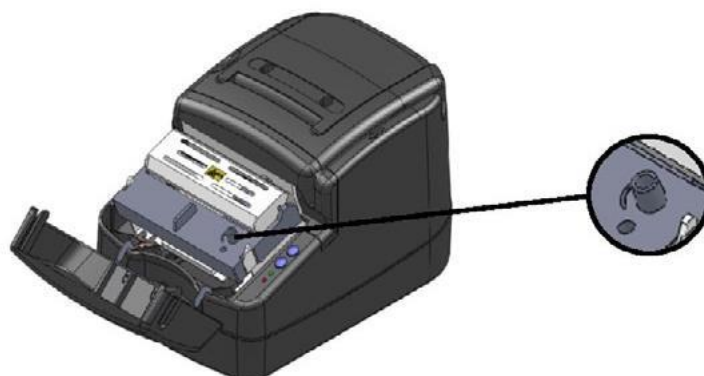

Figura 12: Botão de ajuste da fita
- Se necessário, gire o botão mostrado na Figura 12 no sentido horário, até que a fita fique ajustada.